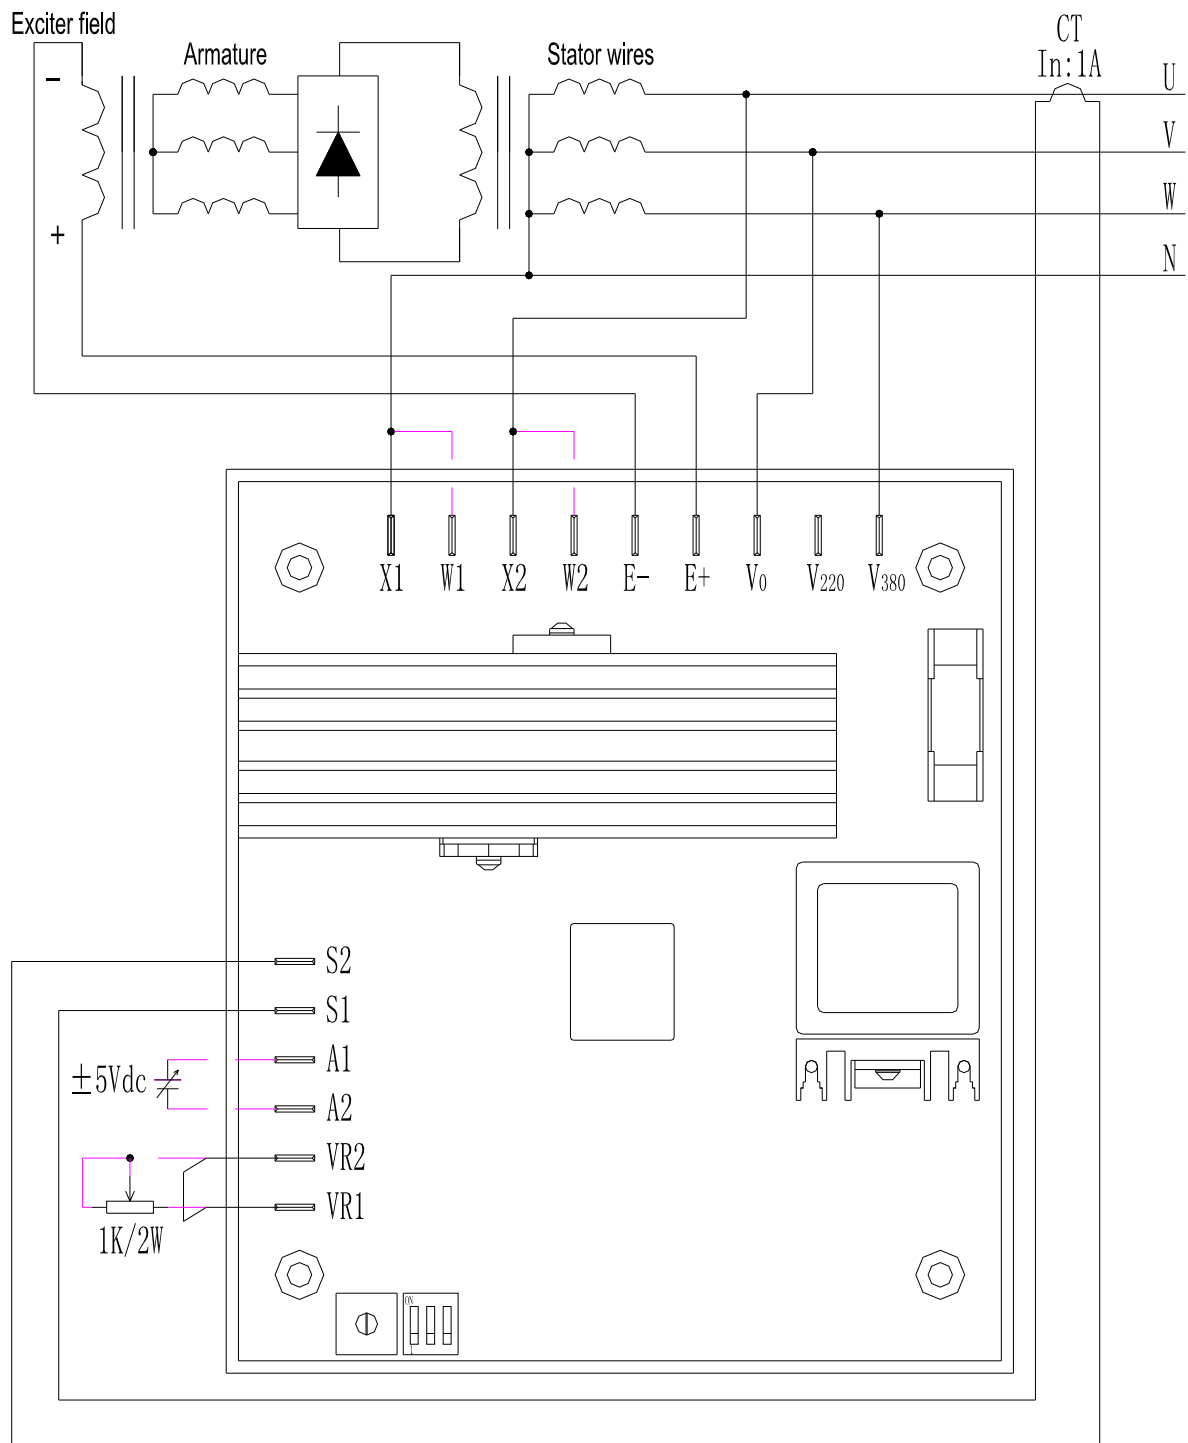
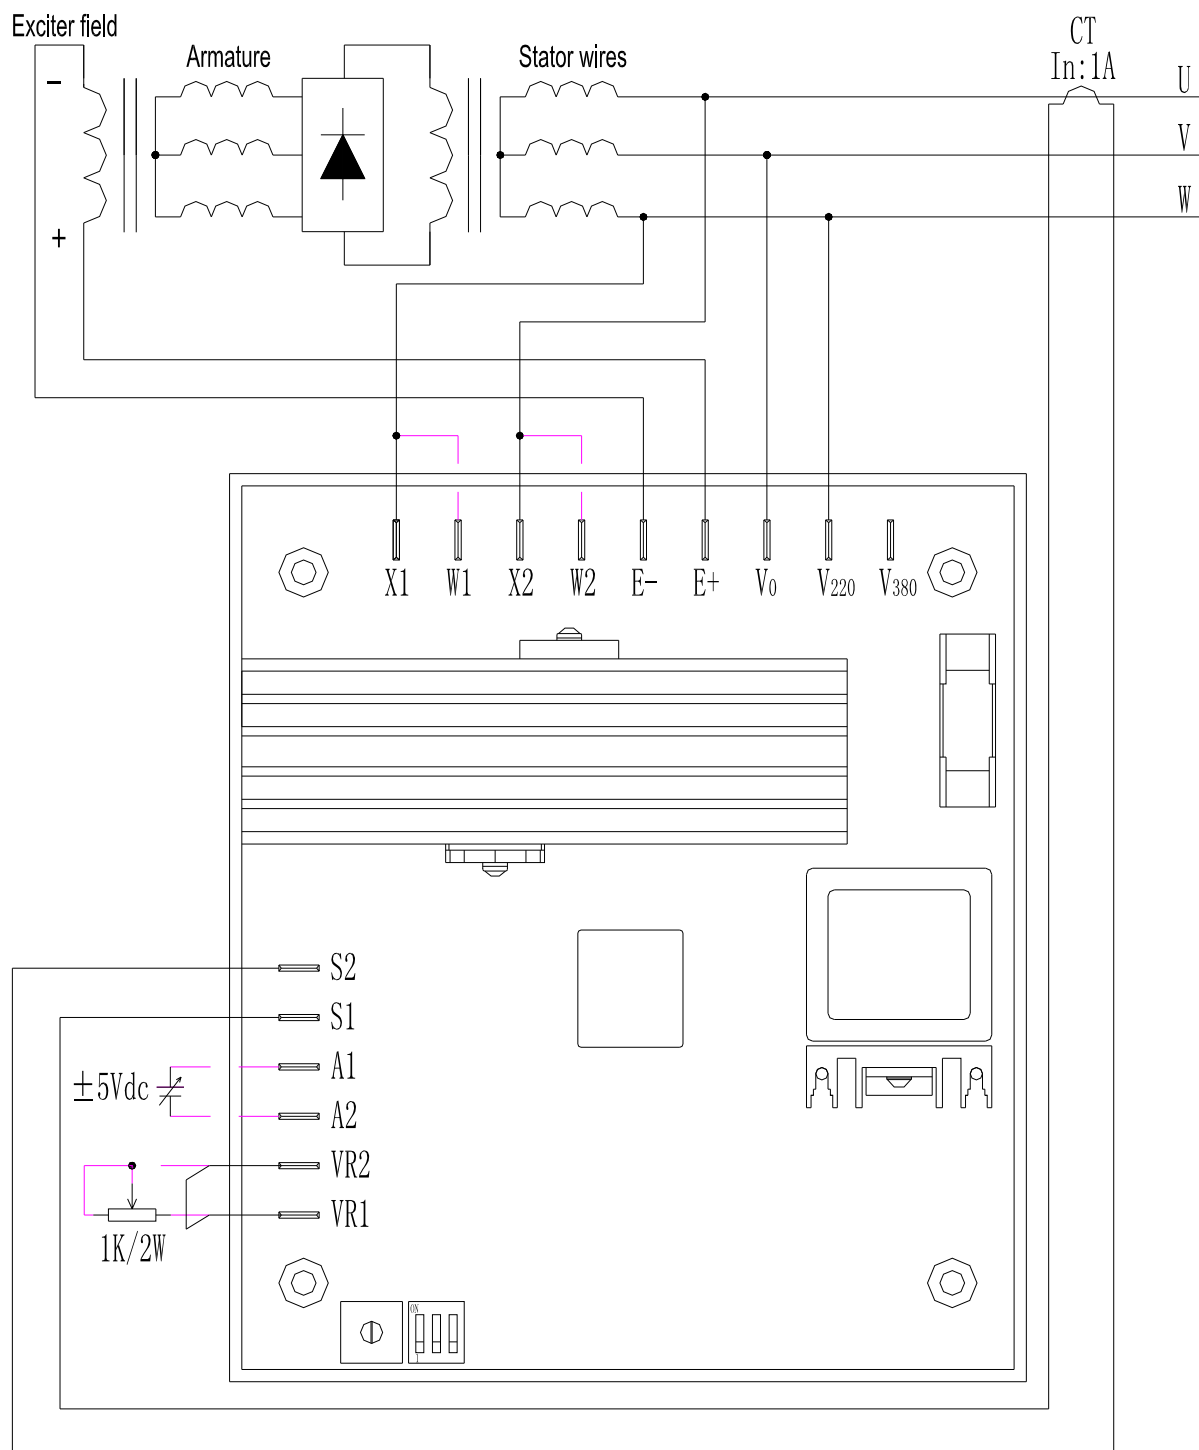

图 4 400V 系统自励接线图
图 5 200V 系统自励接线图
具体接线图见图 4、图 5、图 6：
其它各调节器在 AVR 背面，具体位置见图 4
- 1、按图 5 连接电压调节器, 拨码开关 SW1 设定 ON，SW2、SW3 设定为 OFF，并将其接入 220Vac/50Hz 电源。